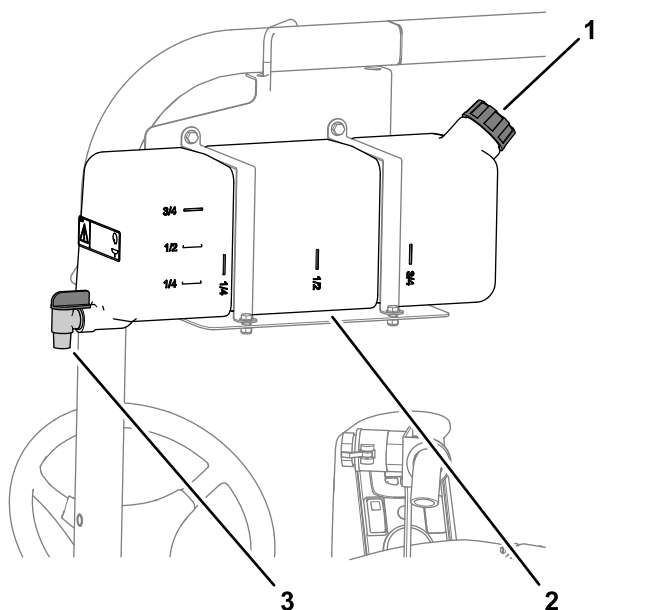

Figure 19
- Pour remplir le réservoir, dévissez le bouchon situé sur le dessus, remplissez-le d'eau douce puis revissez le bouchon en place (Figure 19).
- Pour ouvrir le robinet du réservoir d'eau douce, tournez le levier sur le robinet (Figure 19).